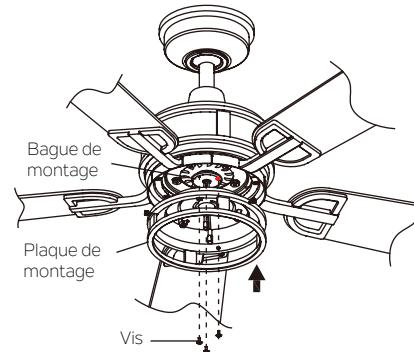

Fig. 21
**Étape 1.** Vous trouverez une étiquette à points sur l'anneau de montage. Retirer les 3 vis préinstallées sur la bague de montage et les conserver pour une réutilisation ultérieure. Aligner les étiquettes à points de la plaque de montage sur l'anneau de montage. Fixer la plaque de montage sur la bague de montage avec les trois vis retirées précédemment. Si nécessaire, régler la plaque de montage pour aligner la jante sur le corps du moteur et la plaque de montage. Serrer correctement les 3 vis (Fig. 21).